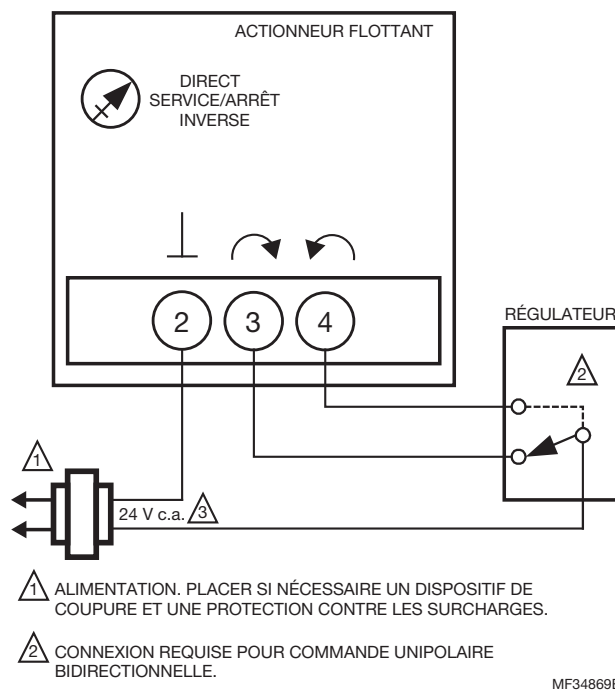

Fig. 17. MN6105 avec commande SPDT marche/arrêt.
2. Câbler l'actionneur en consultant les Figures 17 à 41 pour l'application requise.